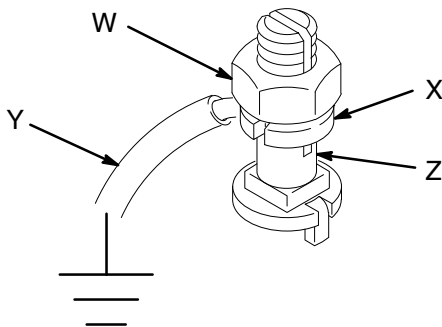

図 2
他のすべてのポンプ: 接地線およびクランプを使用します 図 2 を参照してください。接地用金具のロックナット (W) とワッシャ (X) を緩めます。最小 1.5 mm@ (12 ga) の接地線 (Y) の片端をつまみ (Z) のスロット内 (Y) に挿入してロックナットを固く締めます。ワイヤの他方の終端を大地アースに接続します。注文部品番号 237569 接地線とクランプ。